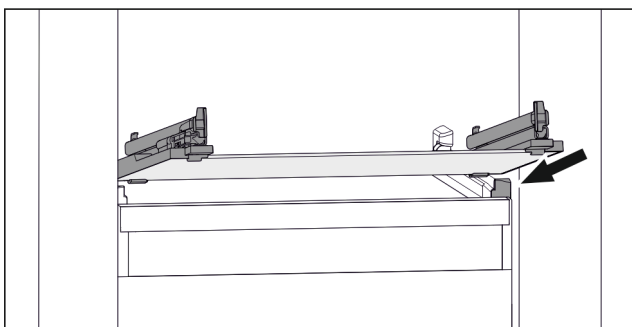

Fig. 154 Príklad zobrazenia sklenenej dosky
- ▶ Nasadte sklenenú dosku šikmo za zádržkami. (pozri Fig. 154)